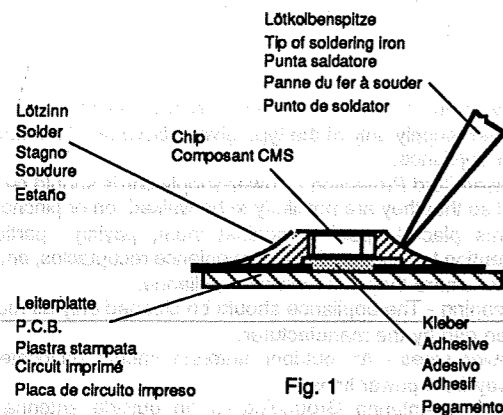

Fig. 1
1. Schritt: CHIP- Lötstelle mit Sauglitze absaugen (Fig. 1).
1. step: Clean the CHIP soldering point with a solder wick (Fig. 1).
Measuring time: 1 s, (Fig. 1)
**Observations:** L'isolation des appareils de la classe II, de part leur conception: résistance de décharge), peut être inférieur à  $< 2 \text{ M}$ , (Fig. 1).
1. Aspirer la soudure du composant CMS à la l'aide de la tresse à souder (Fig. 1).
1. Aspirare i punti di saldatura del CHIP con una calza dissaldante (Fig. 1).
- Primer paso: Aspirar el estaño del punto de soldadura con un aspirador de los tipos de pera o de resorte (Fig. 1).